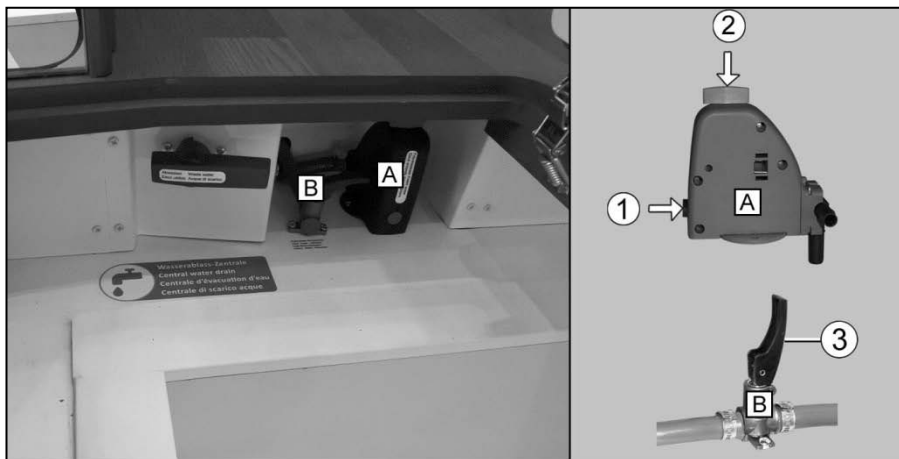

Fig. 113 Robinet de vidange (A) Chauffe-eau/robinets de vidange (B) Circuit hydraulique
Les robinets de vidange (Fig. 113/A et B) sont installés à proximité du chauffage à l'air chaud dans le double plancher au niveau de la porte d'accès. L'accès aux robinets de vidange est uniquement possible via une trappe dans le plancher.
- Placer le culbuteur (Fig. 113/3) des robinets de vidange (Fig. 113/B) uniquement horizontalement ou verticalement. Ne pas les tordre ! Le fait de tordre le culbuteur risque d'endommager le robinet de vidange et va le rendre non étanche. En cas de non-respect, la garantie Carthago prend fin.
1. Fermer le robinet de vidange (Fig. 113/A). Appuyer sur la touche (Fig. 113/1) tout en la verrouillant (Fig. 113/2).
2. Fermer les robinets de vidange (Fig. 113/B). Pour cela, placer les leviers à bascule (Fig. 113/3) horizontalement.
3. Ouvrir le robinet de vidange (Fig. 113/A). Pour ce faire, tourner le verrou tournant (Fig. 113/2) dans le sens anti-horaire.
4. Ouvrir les robinets de vidange (Fig. 113/B). Pour cela, placer les culbuteurs (Fig. 113/3) verticalement.